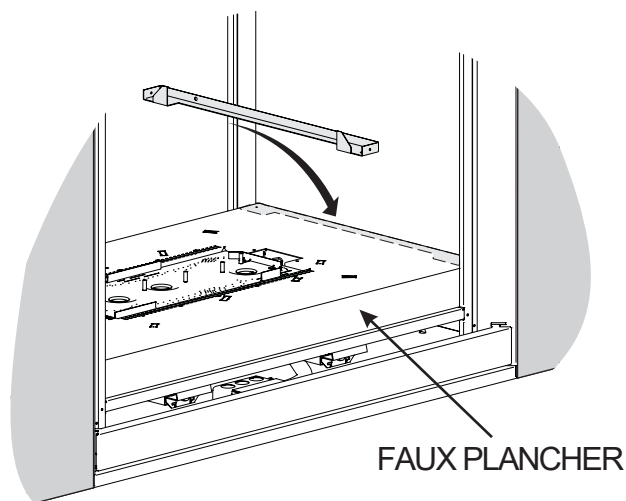

Figure 2
AVIS : Les garnitures en fibre ou en porcelaine doivent reposer devant (et NON derrière) les supports écarteurs de garnitures brique tel que montré aux **Figures 2 et 3**.
3. Placer le support de garniture brique contre la paroi de l'âtre comme montré à la **Figure 2**.